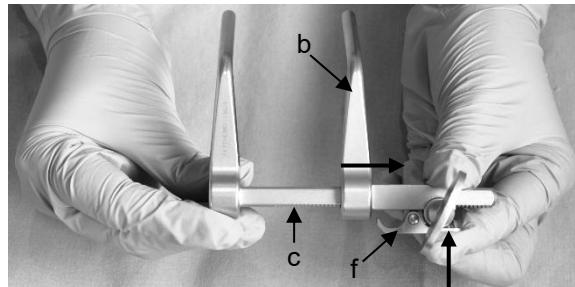

Abb. 18
1.	<p>Den beweglichen Spreizerarm (b) auf der Zahnstange (c) soweit nach außen transportieren bis er sich abnehmen lässt. Währenddessen die Sperre (f) durch Druck in Richtung der Zahnstange (c) lösen (Abb. 18).</p>